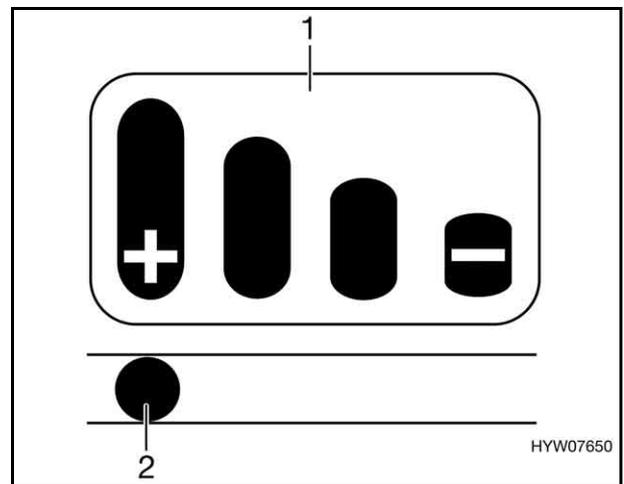

Bild 190 Verschleißanzeige
Auf dem Kupplungsgriff ist eine Verschleißanzeige (Bild 190) mit einem Balkendiagramm (Bild 190,1) angebracht.
- Wenn der Stift (Bild 190,2) im Langloch auf der Markierung mit dem "+" steht, sind die Reibebeläge noch im Neuzustand.